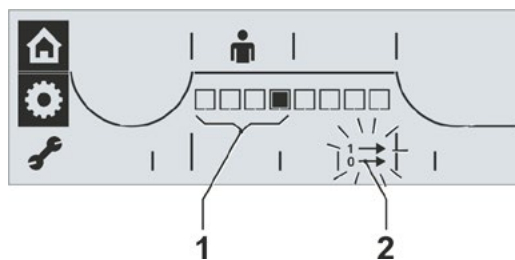

Fig. 1 : Affichage du jeu de messages
- Dans le menu « Paramètres », tourner le Drive Controller jusqu'à ce que le symbole correspondant aux jeux de messages clignote (Fig. 1, Pos. 2).
Un segment noir indique, à l'intérieur des quatre premiers emplacements de l'échelle (Pos. 1), le jeu actuel ; dans la Fig. 1, le jeu 4 est sélectionné (voir aussi tableau ci-dessus).